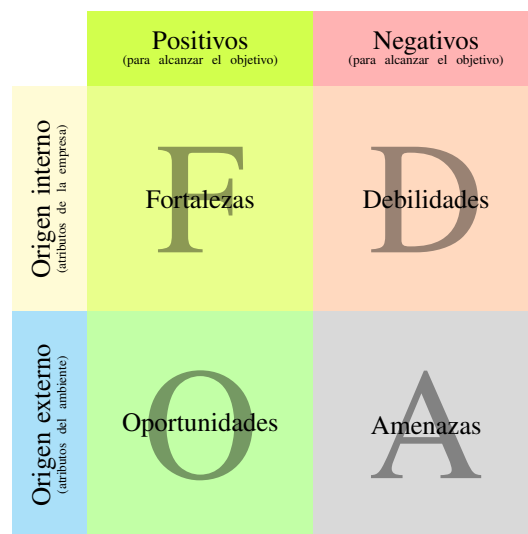

Figura 7.4: Análisis FODA
- *Análisis FODA:* Investigar las fortalezas, oportunidades, debilidades y amenazas dentro del proyecto. Como se muestra en la Figura 7.4, las **fortalezas** se relacionan con los aspectos positivos para alcanzar el proyecto con atributos internos de la empresa; las **oportunidades** se relacionan con los aspectos positivos para alcanzar el proyecto con atributos del ambiente; las **debilidades** se relacionan con los aspectos negativos para alcanzar el proyecto con atributos internos de la empresa; y las **amenazas** se relacionan con los aspectos negativos para alcanzar el proyecto con atributos del ambiente.